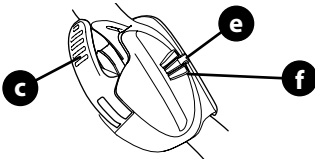

Figure 9
**IMPORTANT :** Lorsque vous placez le loquet (c) en position de verrouillage, assurez-vous que l'indicateur (e) est aligné avec une des trois positions (f). Voir Figure 9.